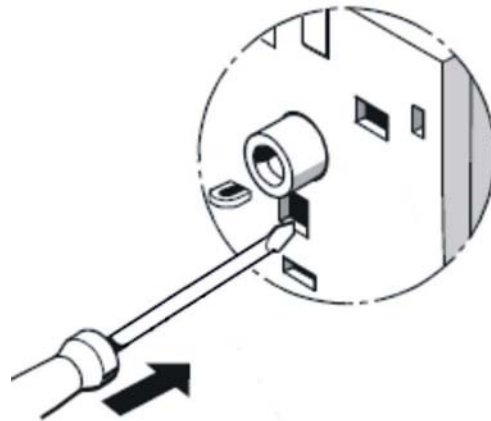

Fig. 40
- **Essai du dispositif (Fig. 40)**